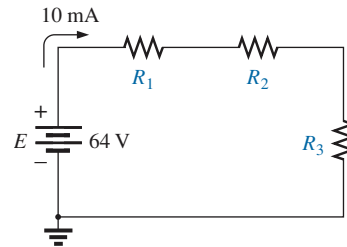

FIG. A4.117
*34. a. Diseñe el circuito de la figura A4.117 de modo que $V_{R_2} = 3V_{R_1}$ y $V_{R_3} = 4V_{R_2}$.